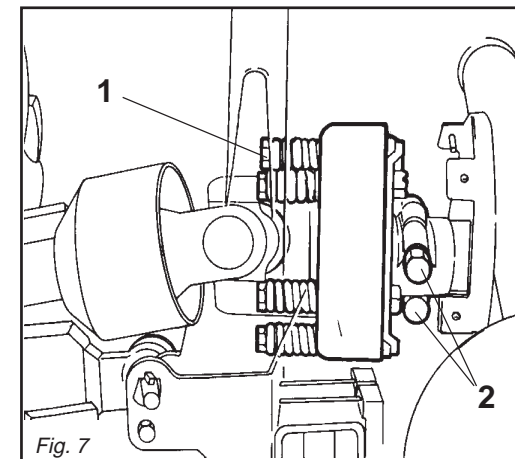

Fig. 7
- 3) Qualora l'albero cardanico fornito abbia il mozzo con bloccaggio a bulloni (2 Fig. 7), assicurarsi che questi siano serrati con forza.
- 3) *If the supplied cardan shaft has a bolt-locked hub (2 Fig. 7), check that these bolts are fully tightened.*
- 3) Sollte die mit dem Gerät gelieferte Gelenkwelle eine mit Schraubbolzen blockierte Nabe (2 Abb. 7) haben, sicherstellen, daß diese angezogen sind.
- 3) *Si le moyeu de l'arbre à cardans dispose d'un blocage par boulons (2 Fig. 7), assurez-vous que ces derniers sont bien serrés.*
- 3) Si el árbol cardánico tiene el cubo con bloqueo de bulones (2 Fig. 7), controlar que estos últimos estén bien ajustados.
L'albero cardanico può essere dotato di frizione di sicurezza per proteggere gli organi di trasmissione della macchina da sforzi e/o sovraccarichi eccessivi. Il cardano non deve superare l'inclinazione di 10 gradi (Fig. 3). La frizione è già pre-regolata per uno sforzo medio. Se slitta troppo facilmente (surriscaldandosi) è necessario avvitare uniformemente tutti i dadi (1 Fig. 7) che stringono le molle.
The clutch is already pre-adjusted for average stress. If it slips too easily (and overheats), it will be necessary to evenly tighten all the nuts (1 Fig. 7) that retain the springs.
Die Gelenkwelle kann mit einer Sicherheitskupplung ausgerüstet werden, um die Getriebeteile des Gerätes vor Überlastungen und/oder Beanspruchungen zu schützen. Die Gelenkwelle darf keine Neigung über 10 Grad aufweisen (Abb. 3). Die Kupplung ist auf eine mittlere Beanspruchung voreingestellt. Wenn die Kupplung zu schnell schlupft (Überhitzung), muß man alle Muttern (1 Abb. 7), die die Federn spannen, noch weiter anziehen.
L'arbre à cardans peut être équipé d'embrayage de sécurité pour protéger les organes de transmission de la machine en cas d'efforts ou de surcharges excessives. L'inclinaison du cardan de doit pas dépasser 10 degrés (Fig. 3). L'embrayage est déjà réglé pour un effort moyen. Lorsqu'il patine facilement (en se surchauffant) il faut visser de manière uniforme tous les écrous (1 Fig. 7) de serrage des ressorts.
El embrague está ya pre-regulado para un esfuerzo medio. Si patina muy fácilmente (recalentándose) es necesario ajustar uniformemente todas las tuercas (1 Fig. 7) que apretan en el resorte.
Se la frizione non slitta, svitare uniformemente tutti i dadi (1 Fig. 7) che fissano le molle. Svitare un giro alla volta e verificare la frizione dopo circa 300 metri di lavoro. Se necessario ripetere l'operazione, sempre svitando un giro alla volta. Se la frizione mantiene durante il lavoro una temperatura di circa 40-50 gradi circa significa che è regolata in modo corretto. **Non serrare mai a fondo i dadi, poiché in tal modo si annulla la funzione delle molle e dunque della frizione a danno degli organi di trasmissione.**
If the clutch does not slip, evenly unscrew all the spring fixing nuts (1 Fig. 7). Unscrew one turn at a time and check the clutch after having worked about 300 meters. Repeat the operation if necessary, remembering to unscrew one turn at a time. If the clutch maintains a temperature of about 40-50 degrees during work, this means that it has been correctly regulated.
Wenn die Kupplung nicht schlupft, alle Muttern (1 Abb. 7), die die Federn spannen, gleichmäßig lockern. Alle Muttern um eine Umdrehung losschrauben und die Kupplung nach 300 Metern Fahrstrecke prüfen. Den Vorgang falls erforderlich wiederholen, jeweils eine Umdrehung pro Versuch. Wenn die Kupplung während der Arbeit eine Temperatur von circa 40-50°C beibehält, ist sie richtig eingestellt.
Si l'embrayage ne patine pas, dévissez de manière uniforme tous les écrous (1 Fig. 7) de fixation des ressorts. Dévissez d'un tour à la fois et vérifiez l'embrayage après environ 300 mètres de travail. Si nécessaire, répétez l'opération en dévissant toujours d'un tour à la fois. Quand l'embrayage maintient une température d'environ 40-50 degrés pendant le travail, cela signifie qu'il est réglé correctement.
Si el embrague no patina, aflojar uniformemente todas las tuercas (1 Fig. 7) que fijan el resorte. Aflojar una vuelta a la vez y controlar el embrague luego de 300 metros de trabajo. Si es necesario repetir la operación siempre aflojando un giro a la vez. Si el embrague mantiene durante el trabajo una temperatura de 40-50 grados significa que está regulado en modo correcto.